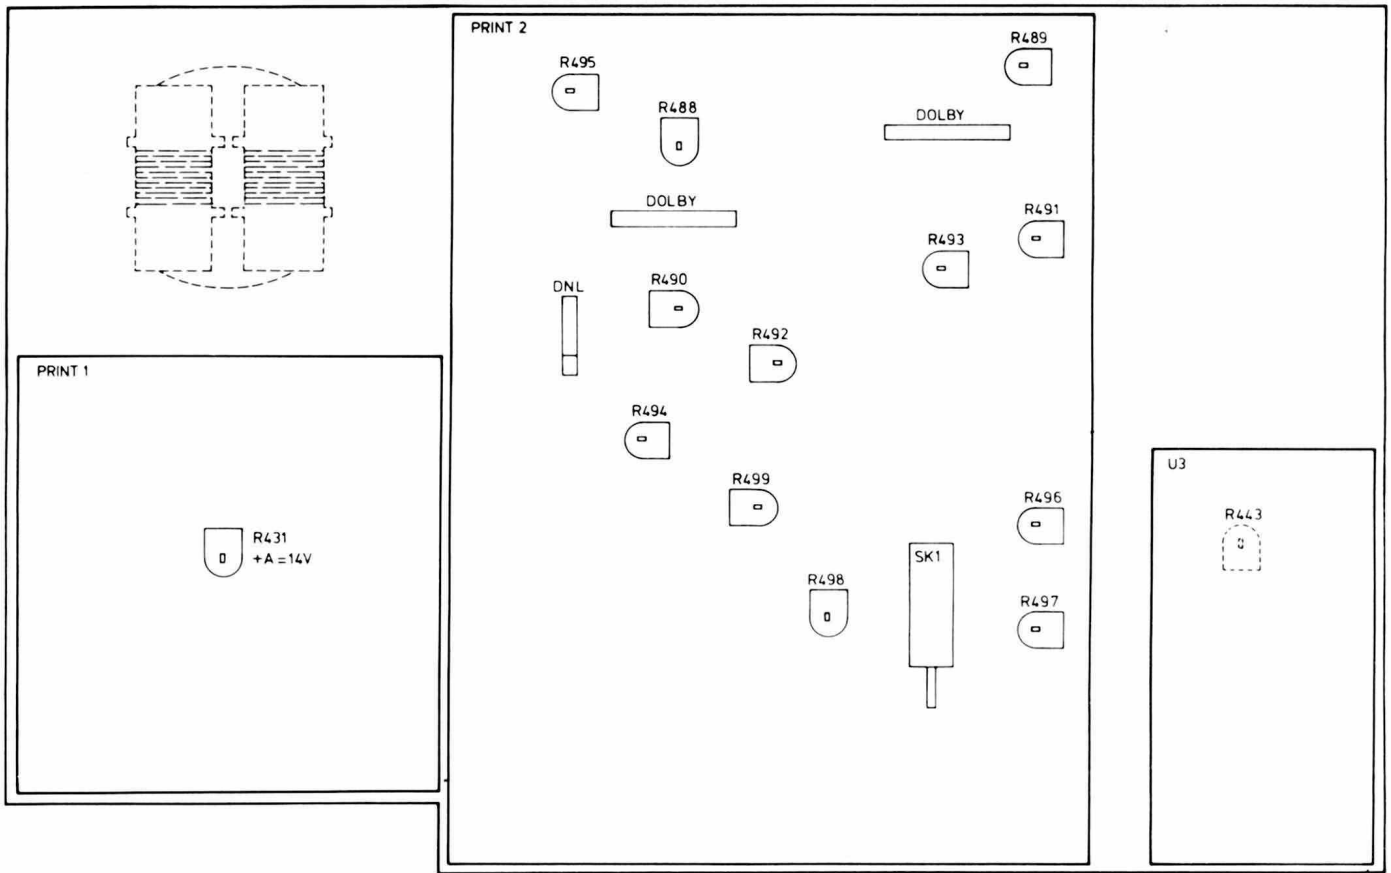

Fig. 10
I. REGLAGE DE LA SENSIBILITE DE REPRODUCTION ET DES VU-METRES (Fig. 10+13)
II. REGLAGE DU COURANT DE PREMAGNETISATION (Fig. 10)
IV. REGLAGE DE LA SENSIBILITE D'ENREGISTREMENT (Fig. 10+13)
V. AJUSTAGE DU FILTRE 19 kHz (Fig. 10+13)
VII. REGLAGE DE LA VITESSE DE DEFILEMENT (Fig. 10+13)